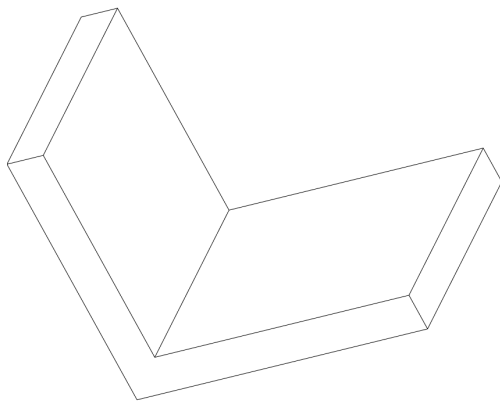

图 1-29 打开素材模型
(1) 单击常用工具栏中的【打开】按钮，打开一幅素材模型，如图 1-29 所示。